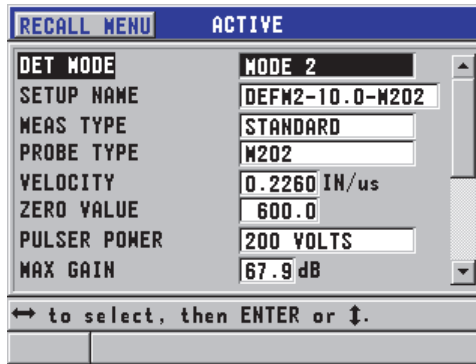

Figura 10-1 Tela ACTIVE para configuração de transdutores de elemento único
5. Na tela **ENABLE** (veja Figura 10-1 na página 181):